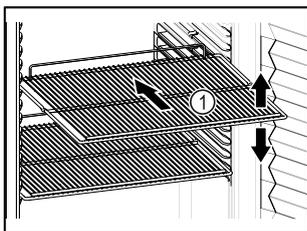

Fig. 71 Beispielhafte Darstellung
- Wenn Abstellroste Fig. 71 (1) versetzbar sind, je nach Höhe anpassen.